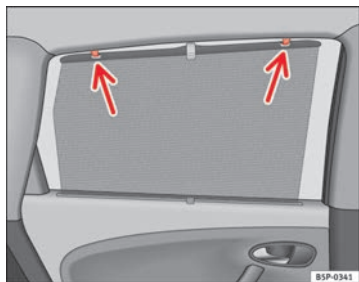

Fig. 85 Tendina porta posteriore
- Srotolare la tendina e fissarla ai ganci sul telaio superiore della porta ⇒ fig. 85.